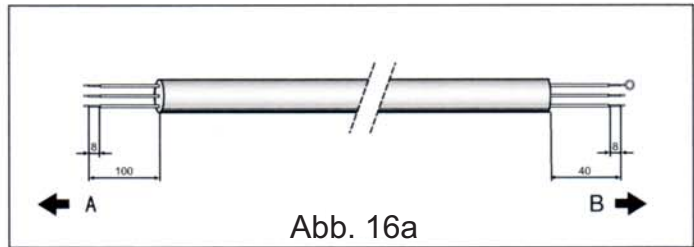

Abb. 16a
3. Bereiten Sie die Kabelenden für den Netzanschluss und die Verbindung von Außen- und Innenteil wie in Abb. 16a bzw. 16b vor.